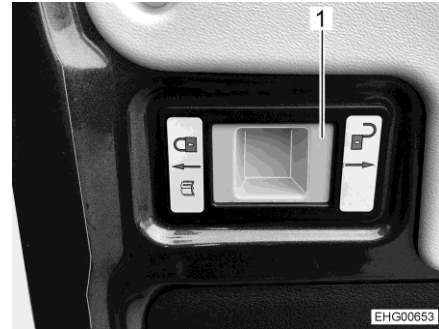

Bild 11 Griff zum Lösen der Begrenzung
- Griff (Bild 11,1) nach rechts drücken (Symbol "geöffnetes Schloss"), Hecktür festhalten und vorsichtig weiter öffnen.
- ▷ Wenn die Hecktüren wieder geschlossen sind, den Öffnungswinkel wieder begrenzen. Dazu den Griff (Bild 11,1) nach links drücken (Symbol "verriegeltes Schloss").